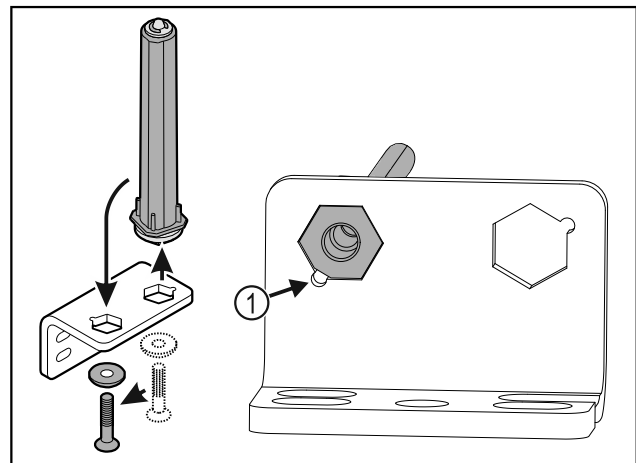

Fig. 37
- Let erop dat bij het plaatsen de boutafschuiving Fig. 37 (1) naar het ronde gat wijst.